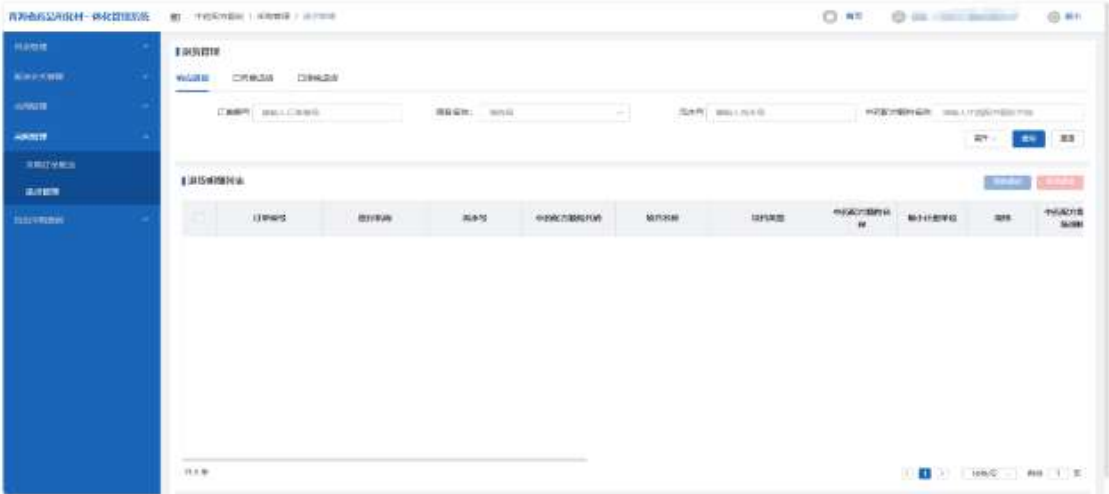

图 1
- ①在“待确认”标签页可以查询到医疗机构发起的退货明细，点击【同意退货】、【拒绝退货】按钮进行同意、拒绝退货操作。（如图 1 所示）